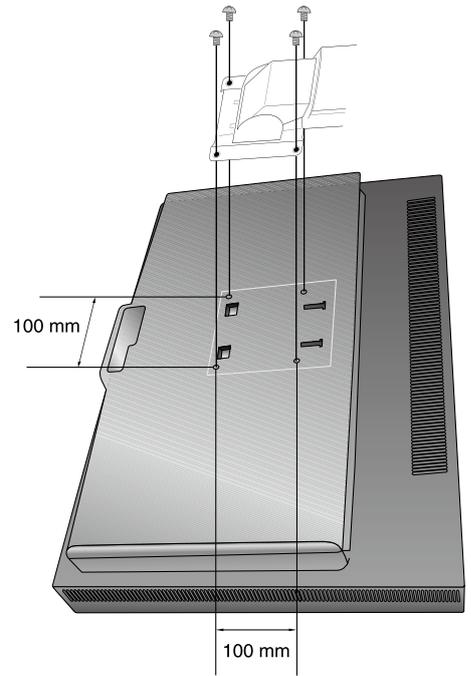

图 F.1
2. 使用附带的 4 颗螺丝，将臂安装到显示器上 (图 F.1)。